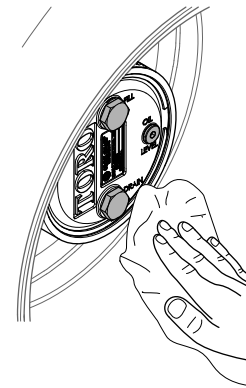

図 64
- プラネタリハウジングとブレーキハウジングをきれいに拭く図 64。